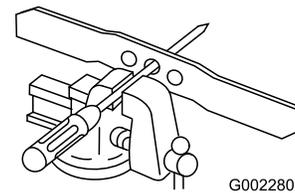

Figura 23
1. Compruebe el equilibrio de la cuchilla colocando el taladro central de la cuchilla sobre un clavo o el palo de un destornillador fijado horizontalmente en un torno de banco (Figura 23).